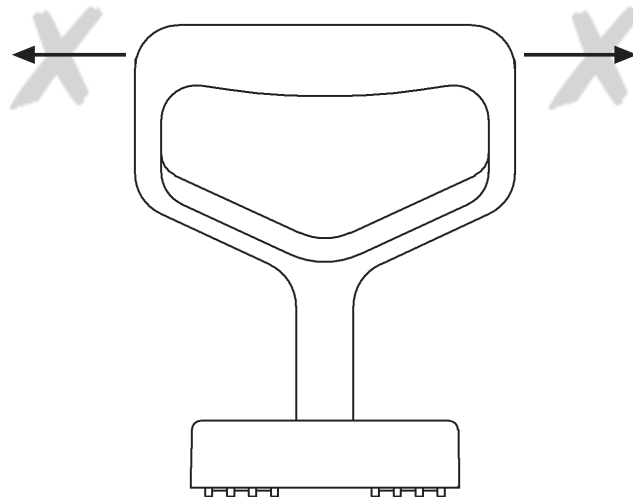

Fig. 2
- Está prohibido aplicar fuerzas laterales al dispositivo de elevación (Fig. 2).